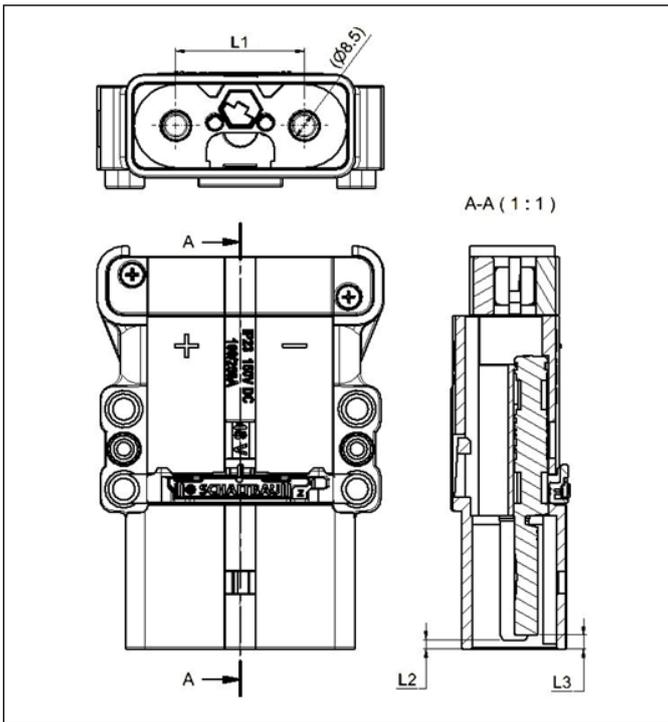
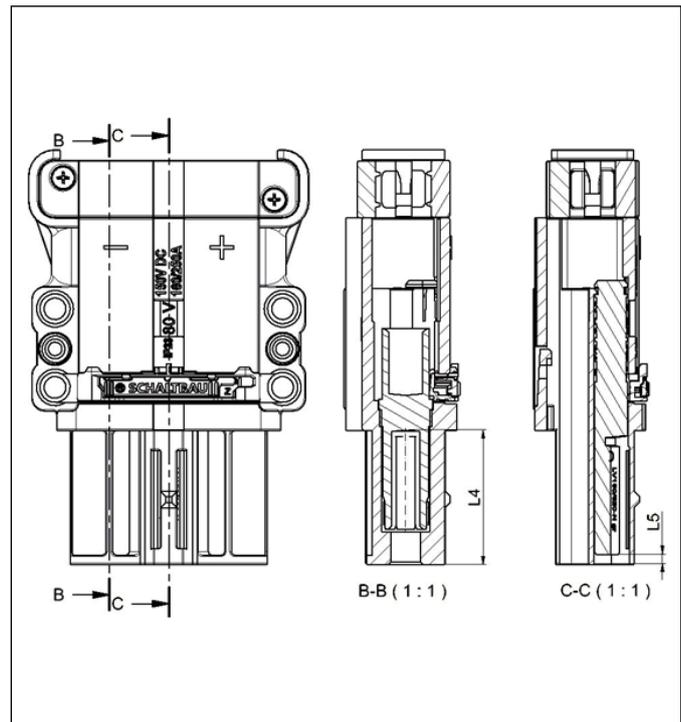

Abb. 15: Position der Stift-Kontakte, Kodierstifte
Abb. 16: Position der Buchsen-Kontakte, Kodierstifte
- ▶ Weicht die Lage der Stift- und Buchsenkontakte in Bezug zum Gehäuse von der Zeichnung ab. (siehe **Abb. 15** und **Abb. 16**)?